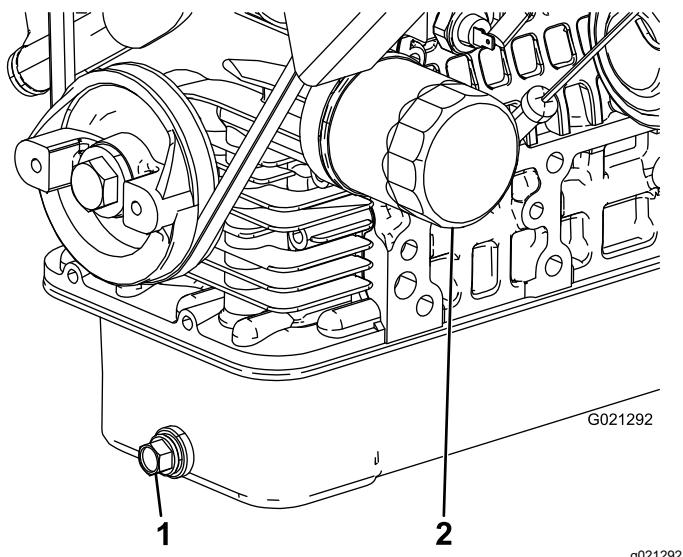

Figura 45
2. Retire el tapón de vaciado y deje fluir el aceite a un recipiente apropiado (Figura 45).
- Retire el filtro de aceite (Figura 45).